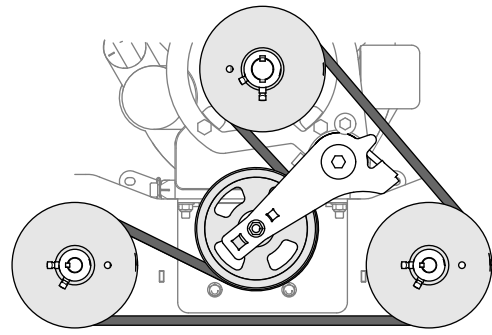

Figura 92
4. Enrute la correa nueva alrededor de las poleas, como se muestra en la Figura 92.